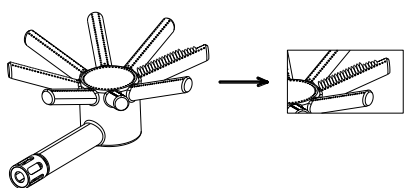

Figure 2
- Si l'appareil présente la flamme de la figure 2, points à vérifier :